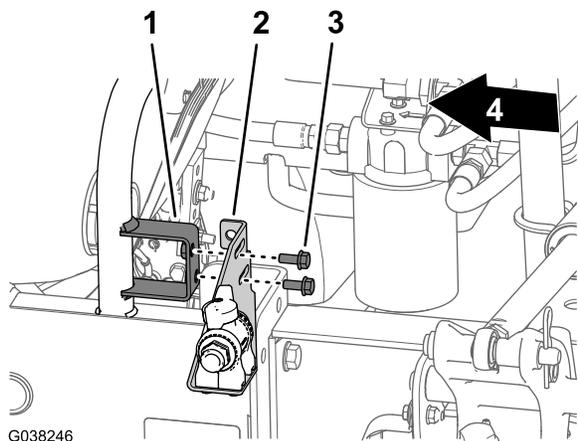

図 60
1. 攪拌バルブブラケットについているスロットを、スロットルバルブブラケットの穴にあわせる 図 60。
2. 攪拌バルブブラケットをスロットルバルブブラケットのマウントに固定する 図 60 フランジヘッドボルト $\frac{5}{16} \times \frac{3}{4}$ インチ2本を使用する。